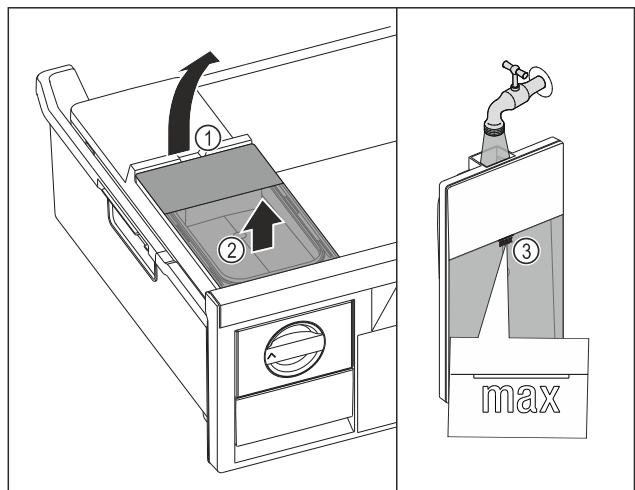

Fig. 103
- Soulever le réservoir d'eau par l'encoche Fig. 103 (1).
- Retirer le réservoir d'eau par le haut. Fig. 103 (2)
- Remplir le réservoir d'eau potable jusqu'au repère Fig. 103 (3).